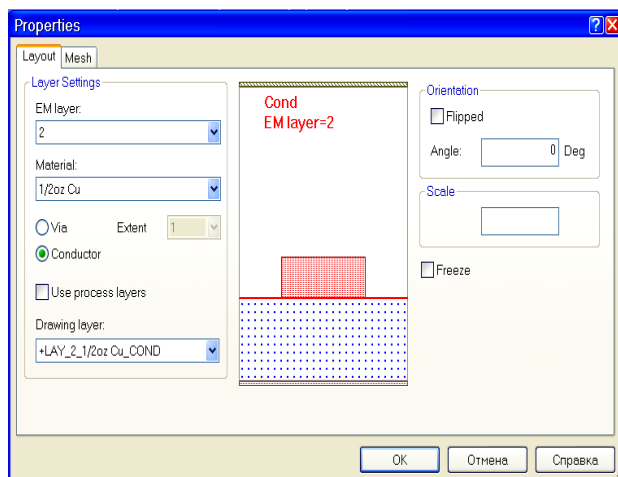

Рис. 6.57
2. Нажмите клавишу **Shift** и щёлкните левой кнопкой мышки поочередно по всем проводникам (кроме резисторов), чтобы выделить их. Затем щёлкните по любому выделенному проводнику правой кнопкой мышки и выберите **Shape Properties..** Откроется окно **Properties** (рис. 6.57).
случае Microwave Office для таких материалов автоматически создаёт слои черчения. В нашем случае были созданы слои черчения с именами +LAY_2_1/2oz Cu_COND (что можно расшифровать как слой черчения на 2-м слое диэлектрика, материал 1/2oz Cu, проводник), и +LAY_2_Res_COND (см. рис. 6.57). Но lpf файл автоматически не редактируется и новый не создаётся. Таблицы соответствия для этих слоёв также не создаются. Поэтому, если просто экспортировать топологию в dxf файл, щёлкнув правой кнопкой мышки по имени электромагнитной структуры в окне просмотра проекта и выбрать Export Layout, то dxf файл будет создан. Но AutoCAD прочесть его не сможет и выдаст сообщение, что в файле имеется строка с недопустимым именем слоя. Чтобы устранить эту проблему, нужно включить опцию исправления имени слоёв, которая отключена по умолчанию. Чтобы сделать это: